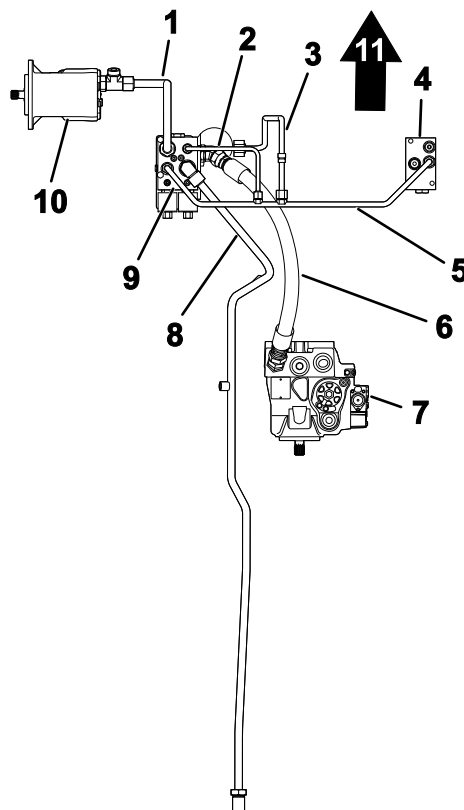
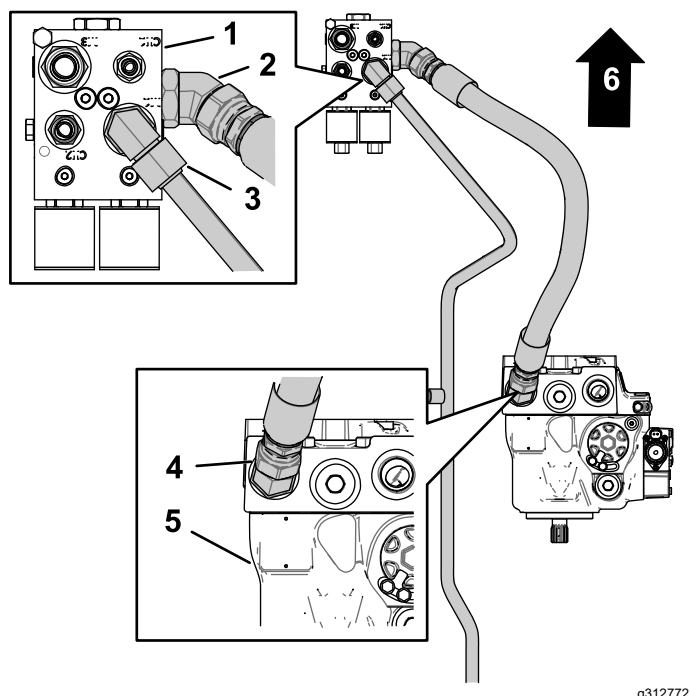

Рисунок 7
Рисунок 8
1. Совместите переднюю гайку задней трубки тяги с угловым штуцером коллектора делителя потока (Рисунок 7 и Рисунок 8).
4. Наверните один прямой конец напорного шланга на штуцер гидравлического насоса (Рисунок 8).
6. Наверните другой прямой конец напорного шланга на штуцер в боковой части коллектора делителя потока (Рисунок 8).